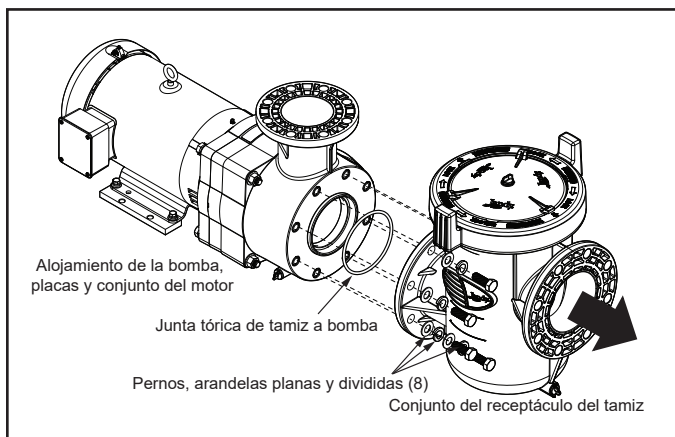

Figura 12. Quite el receptor del tamiz del conjunto de la bomba
6. Tire del conjunto del receptor del tamiz para separarlo del conjunto del alojamiento de la bomba, las placas y el motor, como se muestra en la Figura 12.
7. Quite la junta tórica entre el tamiz y la bomba en la parte frontal del alojamiento de la bomba. Consulte la Figura 12.